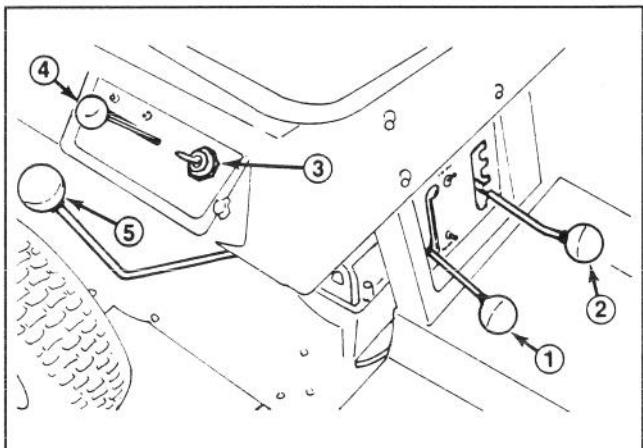

Fig. 2
## Leva del cambio di velocità (Fig. 2)
## Controllo della lama (Fig. 2)
## Leva del gas (Fig. 2)
## Altezza di taglio (Fig. 2)
## Interruttore dell'accensione (Fig. 2)
3. Per avviare il motore a freddo, spostate la leva del gas in posizione ARRICCHITORE (Fig. 2); l'arricchitore non è necessario se il motore è caldo. Spostate la leva del gas in posizione FAST (marcia) per avviare il trattore.
4. Girate la chiave di accensione (Fig. 2) verso la posizione di avviamento START. Quando il motore si avvia, lasciate la chiave e, se avete usato l'arricchitore, spostate la leva del gas tra FAST e SLOW.
1. Spostate il controllo della lama in posizione DISINNESTO (Fig. 2).
2. Spostate il regolatore dell'altezza di taglio (Fig. 2) nella posizione richiesta.